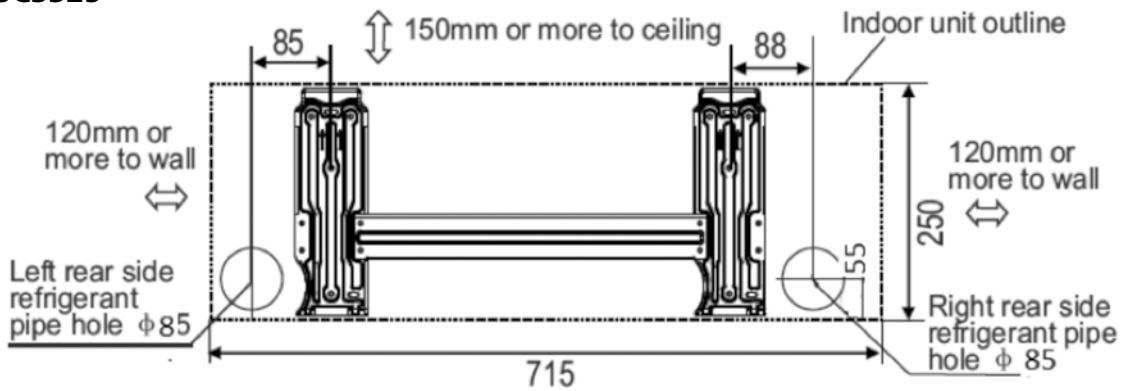

Figur 8
- a. Monter monteringsplaten ① horisontalt på en tilstrekkelig solid vegg, og sørg for at det er nok plass rundt platen. Se figur 8.
- b. Åtte huller med 5 mm diameter må drilles inn i veggen hvis den er av tegl, betong eller annet lignende materiale. Stikk inn pluggene ② for de respektive festeskruene ③.
- c. Fest installasjonsplaten ① på veggen med åtte skruer type «A» ③.